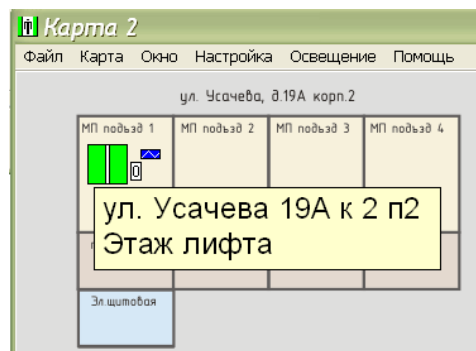

Рисунок 28
6) Подтвердить ввод параметров нажатием на кнопку «ОК». На карте лифтов расположить значек «Этаж» рядом с лифтом УКЛ (рисунок 28).